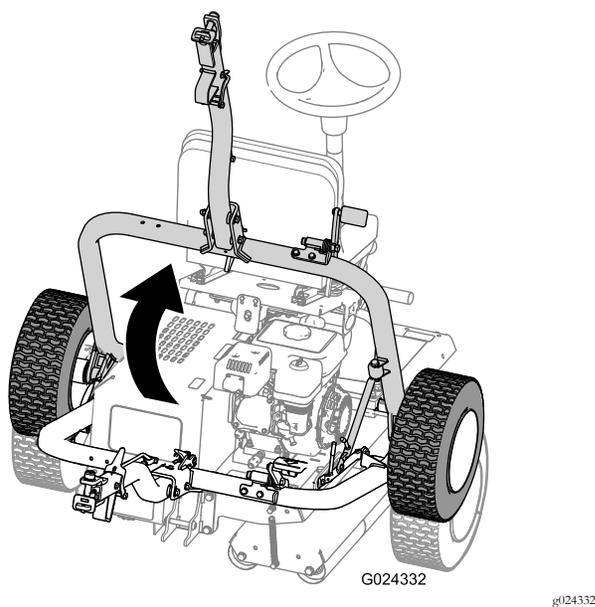

Рисунок 29
- D. Поднимайте сцепку (Рисунок 29), пока фиксирующий рычаг не войдет в зацепление с прорезью защелки (Рисунок 25).